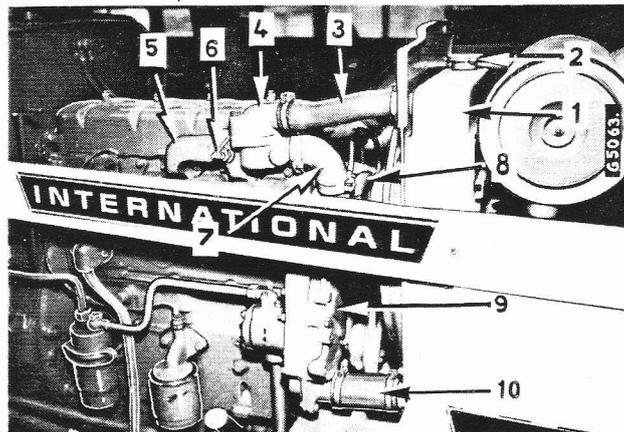

Figure 76 - Circuit de refroidissement moteur.
Tournez lentement le bouchon de radiateur (2, fig. 76) dans le sens contraire des aiguilles d'une montre, jusqu'au cran de sécurité, afin de laisser la vapeur ou la pression s'échapper ; puis appuyez et tournez dans le même sens.
1. Le moteur tournant à température de fonctionnement, retirez le bouchon de radiateur (2, fig. 76) avec soin. Voir chapitre " Contrôle du niveau du liquide réfrigérant ".
Mettez le moteur en marche et laissez-le tourner jusqu'à ce que l'on atteigne la température de fonctionnement normal. Ajoutez du liquide réfrigérant suivant le cas pour assurer un niveau convenable. Voir fig. 76.